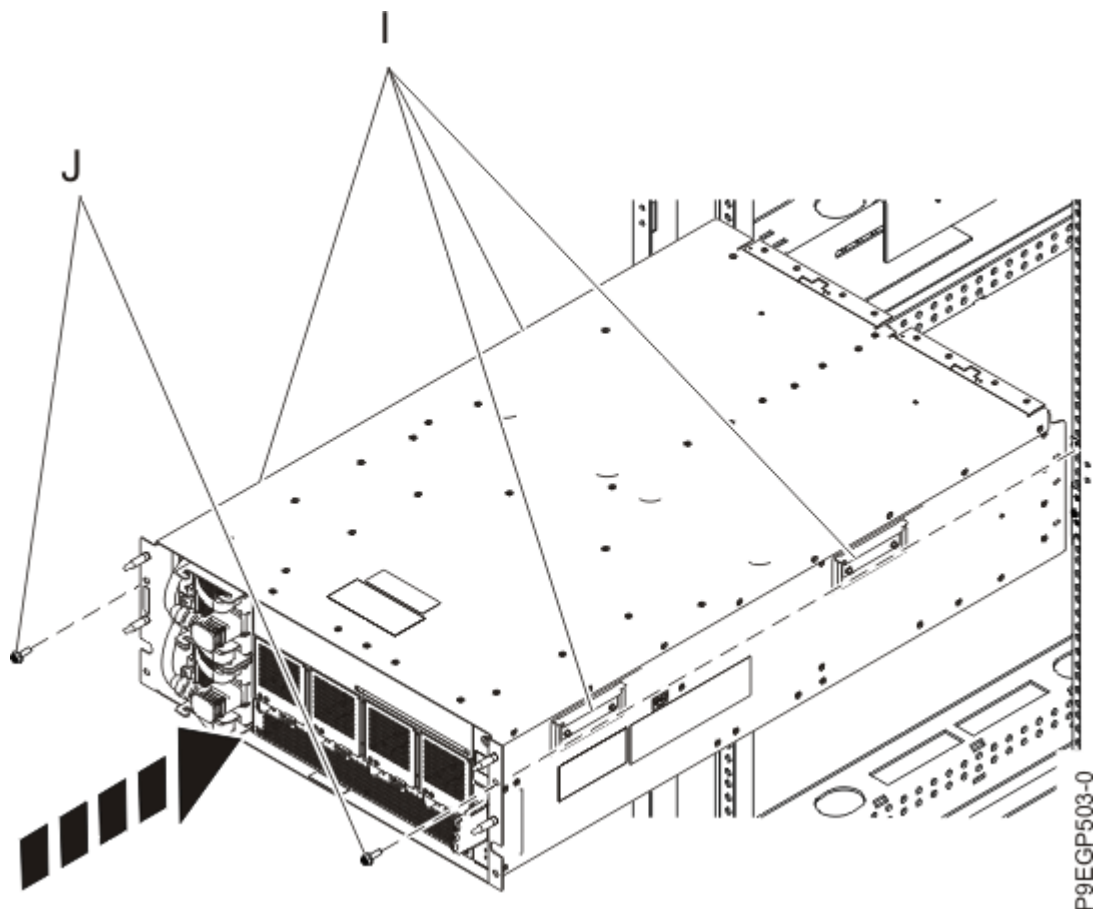

図 9. ラックへのドロワーの取り付け
- a) 3人で、12ページの図9に示すように4つのハンドル **(I)** を2人、ドロワーの前に1人ずつ、ドロワーを案内します。ドロワーを持ち上げて、レール前部に乗せます。